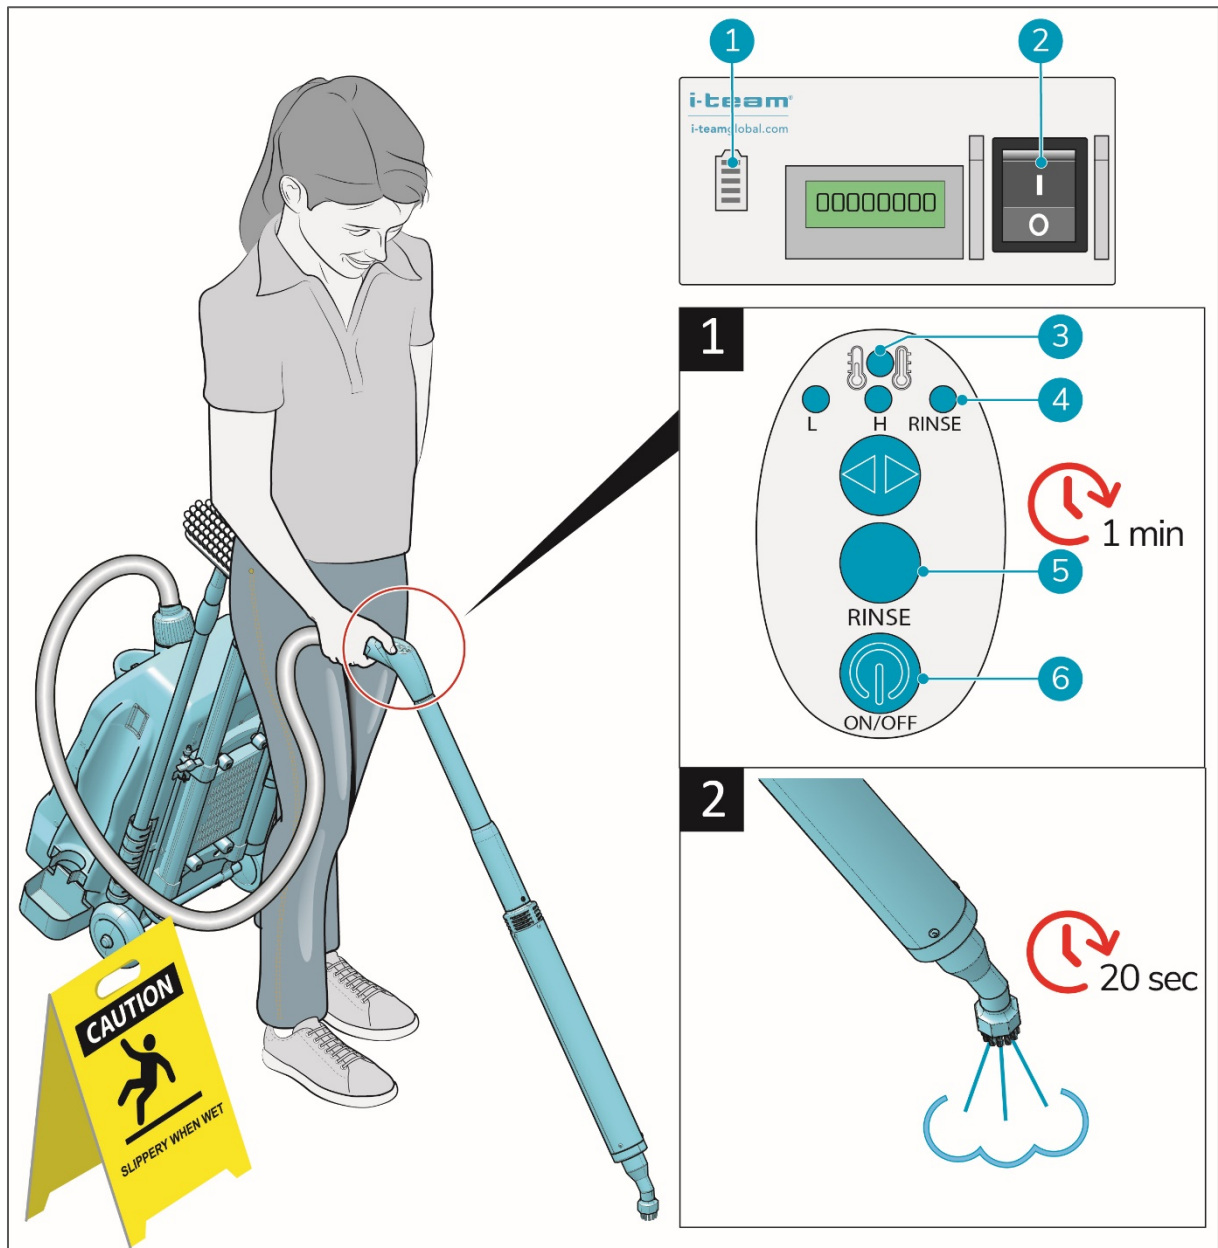

Abbildung 13
2. Wenn der Reinigungsmittelfüllstand niedrig ist, schaltet sich die Heizung automatisch aus und die Lanze kühlt ab. Erkennbar ist dies an der blinkenden Heizungsleuchte (Abb. 13, Pos. 3) auf dem Bedienfeld.
Schalten Sie das Gerät mit dem Hauptschalter (Abb. 13, Pos. 2) aus und füllen Sie den Tank für die Lösung zur Kaugummientfernung wieder auf (siehe 6.1.2).
1. Schalten Sie den i-gum® mit dem Hauptschalter unten links am Gehäuse (Abb. 13, Pos. 2) ein.
2. Beobachten Sie die Betriebsanzeige (Abb. 13, Pos. 1).
4. Drücken Sie die ON/OFF-Taste (Abb. 13, Pos. 6) auf dem Bedienfeld am Griff.
5. Drücken Sie die RINSE-Taste (Abb. 13, Pos. 5).
7. Achten Sie auf die Spülanzeige (Abb. 13, Pos. 4).
8. Lassen Sie die RINSE-Taste (Abb. 13, Pos. 5) los, sobald die Spülanzeige leuchtet.
10. Drücken Sie die ON/OFF-Taste (Abb. 13, Pos. 6) auf dem Bedienfeld am Griff, um das Gerät auszuschalten, bevor Sie zum Arbeitsbereich gehen.